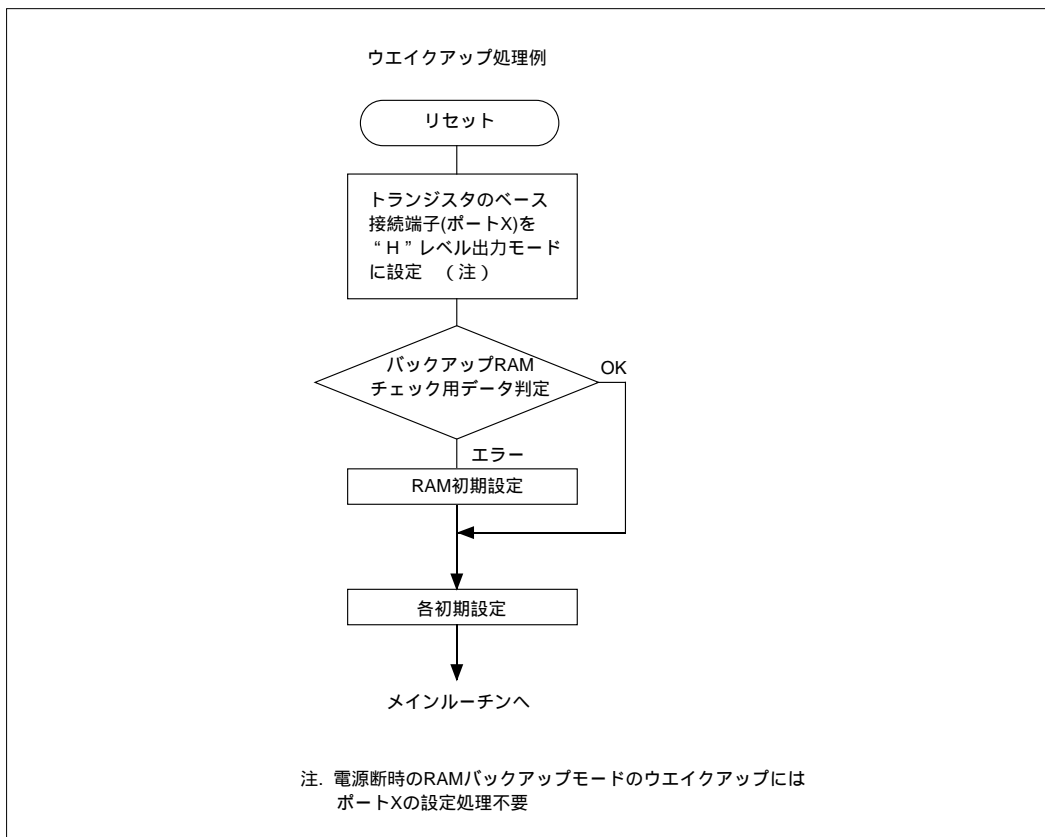

図16.4.1 ウエイクアップ処理
RAMバックアップモードを解除して通常動作に復帰するための処理を、ウエイクアップ処理と言います。図16.4.1にウエイクアップ処理例を示します。
- (1) リセット動作を実行(図16.4.1の)。
- (2) ポートXを出力モードに設定し、“H”レベルを出力(図16.4.1の)。(注)
- (3) RAMバックアップモード時に作成した、チェック用データの内容を判定(図16.4.1の)。
- (4) (3)の判定結果が一致しなかった場合、RAMの初期設定を行う(図16.4.1の)。
- (5) 各初期設定を行った(図16.4.1の)後、メインルーチンへ復帰(図16.4.1の)。